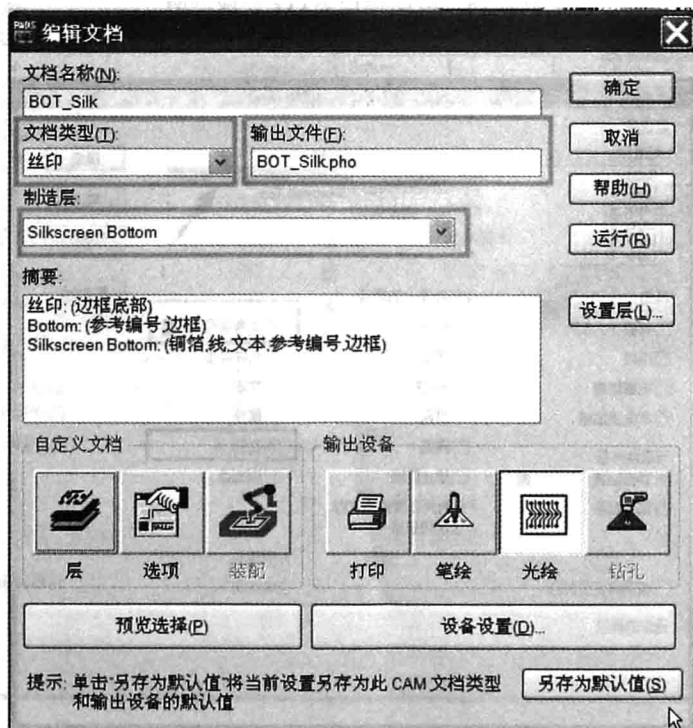
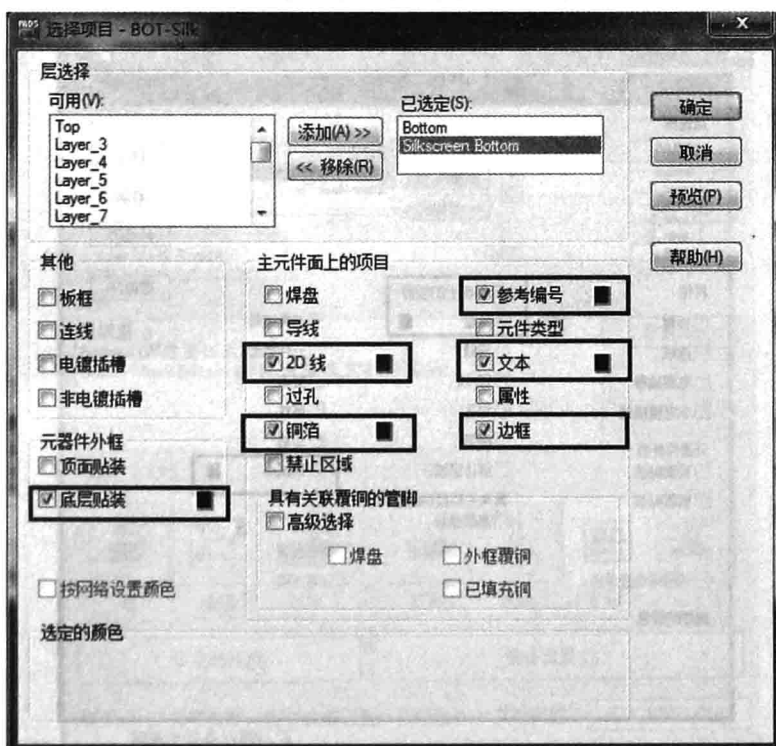

图 6-15 丝印底层 CAM 文档设置
图 6-17 丝印底层选择项目设置 (二)
(7) 设置丝印底层 (Silkscreen Bottom)，如图 6-15 至图 6-17 所示。